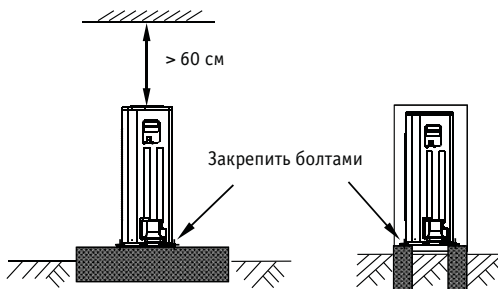

Рис. 17
- Подготовьте бетонное основание в соответствии с характеристиками наружного блока (см. рис. 17).
- Надежно закрепите болтами опоры блока, чтобы предотвратить его падение в случае землетрясения или сильного ветра (см. рис. 17).